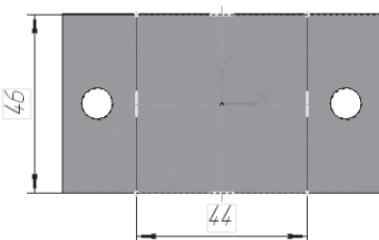

Рис. 197
- – **Прямоугольник по центру и вершине**. Укажите начало координат, на панели **Свойства** выберите команду **С осями** и постройте прямоугольник высотой 46 мм и шириной 44 мм (рис. 197);